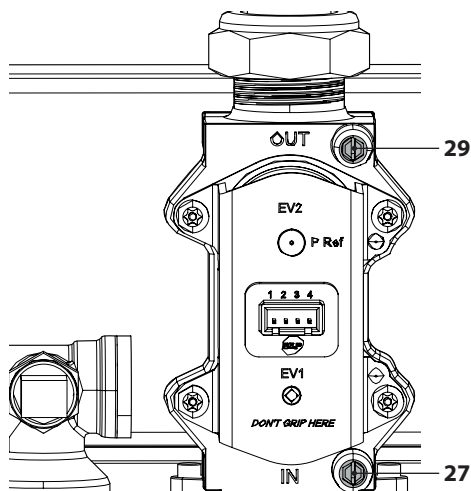

Figura 7.1
- Con la caldera apagada (fuera de servicio), compruebe la presión de alimentación usando la toma 27 en la Figura 7.1 y compare el valor indicado con los mostrados en la tabla Presiones de alimentación de gas en la sección "Datos técnicos M300V.2025 SM" en la pág. 26, "Datos técnicos M300V.2530 SM" pág. 30 y "Datos técnicos M300V.3035 SM" pág. 34.
- Vuelva a cerrar bien la toma de presión 27 en la Figura 7.1.